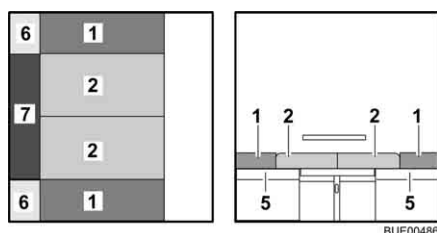

Fig. 96 Après la transformation
- Placer les coussins d'assise (Fig. 96,2) au centre.
- Placer les coussins de dossier (Fig. 96,1) entre les coussins d'assise et la cloison.
- Placer le coussin supplémentaire (Fig. 96,7) entre les coussins d'assise et la cloison.
- Placer les coussins supplémentaires (Fig. 96,6) entre les coussins de dossier et la cloison.